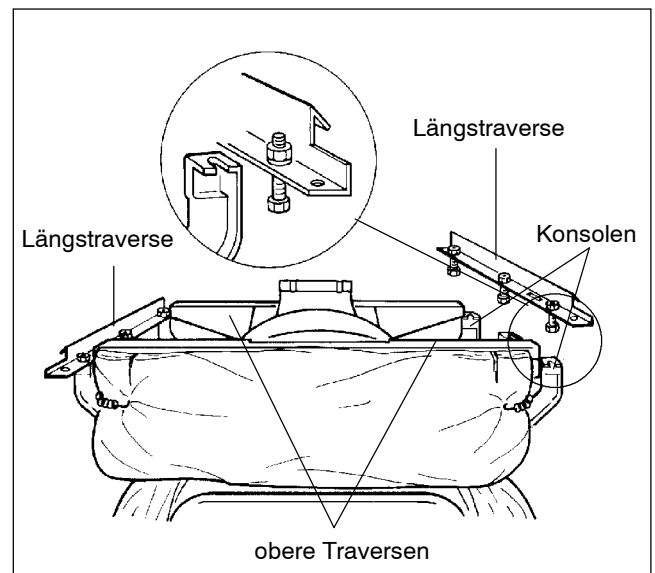

Abb. 33
- Längstraversen auf die Konsolen am Hinter- und Vorderglied auflegen (Abb. 33).